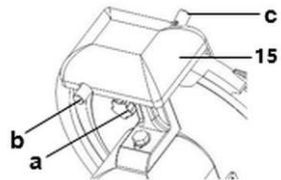

Рис. 10
7. Утримувати кнопку (b, рис. 10) на задній стороні точилки (1) і залишити пристрій увімкненим приблизно на 60 секунд, щоб на ножі утворилася задрірка.